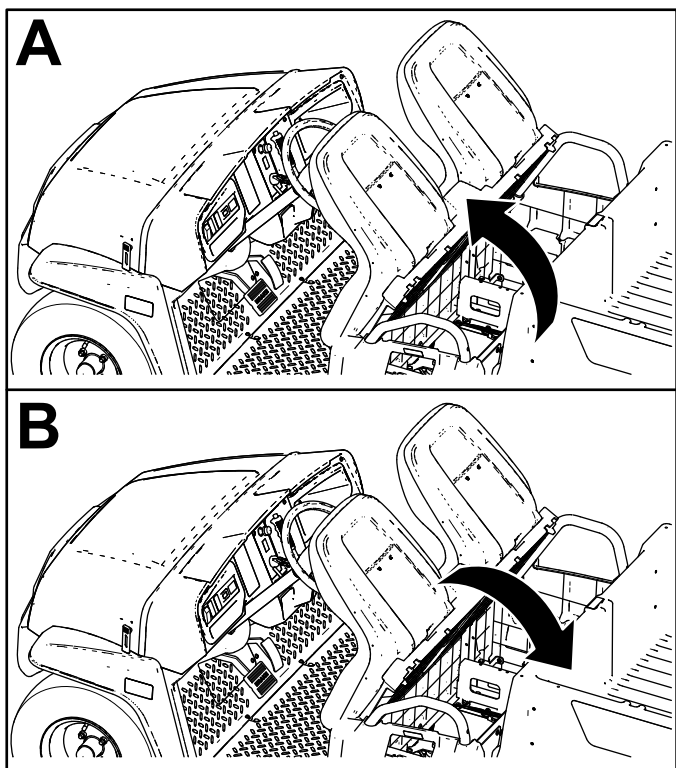

Figura 29
Para elevar el conjunto de asientos, empuje el conjunto de asientos hacia adelante hasta que descansa sobre el volante (Figura 29).
Para bajar el conjunto de asientos, empuje el conjunto hacia atrás hasta que encaje en su posición inicial (Figura 29).
1. Empuje el conjunto de asientos hacia adelante hasta la posición elevada (Figura 29).